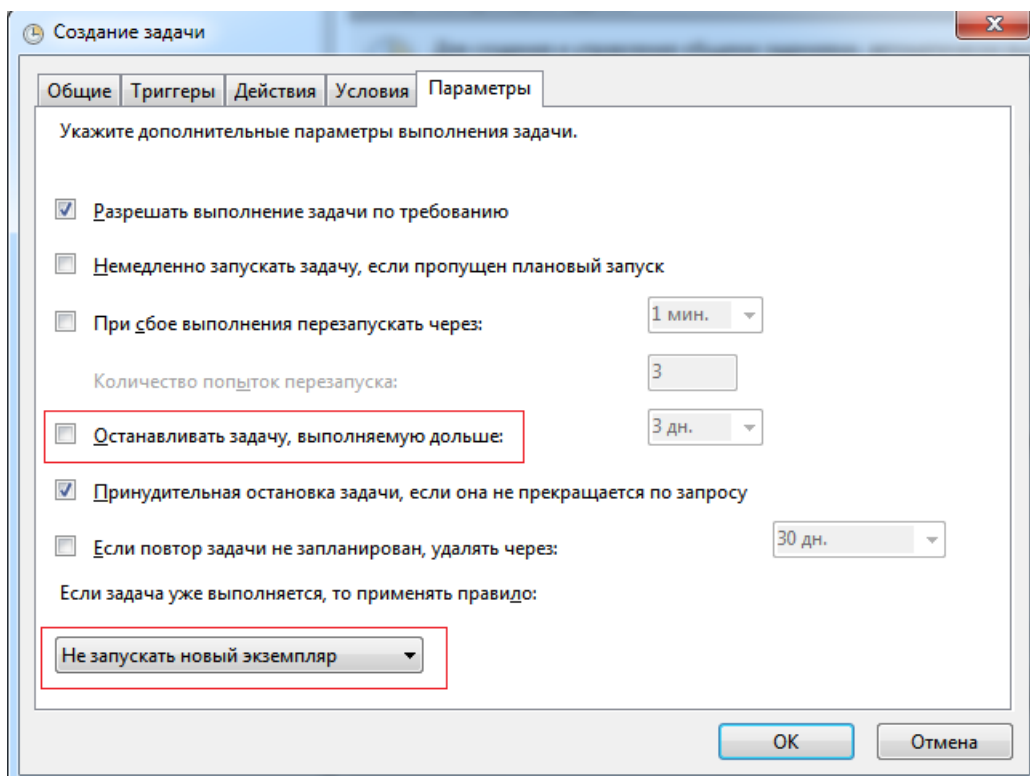

Рисунок 3.30 - Вкладка "Параметры"
8. Во вкладке "Параметры" представлены дополнительные параметры для настройки нашей задачи (см. рис. 3.30).